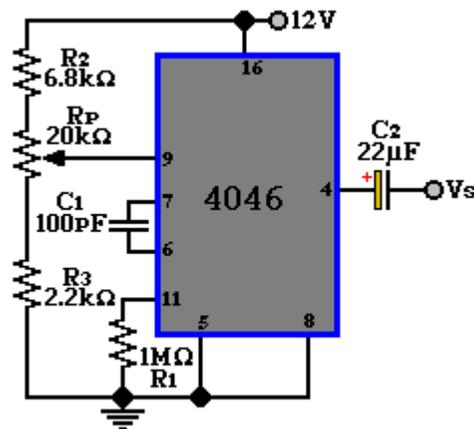

Figura 6.2
2. Diga con sus palabras el funcionamiento del circuito de la figura 6.2, éste deberá ser entregado al profesor del laboratorio al inicio del mismo.
1. Arme el circuito de la figura 6.2 y aliméntelo con 12V .